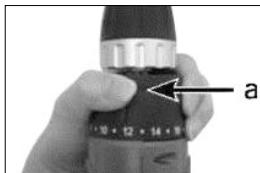

Рис. 7
Усилие затяжки может быть отрегулировано на одно из положений путем поворота регулировочного кольца «*a*» (Рис. 7) так, чтобы одна из его градуировок совпала со стрелкой на корпусе инструмента. Для настройки минимального усилия затяжки совместите цифру (1) с указателем, для настройки максимального усилия затяжки - последнюю цифру указателем. Муфта будет проскальзывать при различных усилиях затяжки. Она разработана таким образом, что не будет проскальзывать на отметке $\frac{1}{2}$ «сверло». Для того, чтобы определить усилие затяжки, соответствующее выполняемой работе, перед выполнением работы сначала закрутите пробный шуруп в материал или в деталь из аналогичного материала.